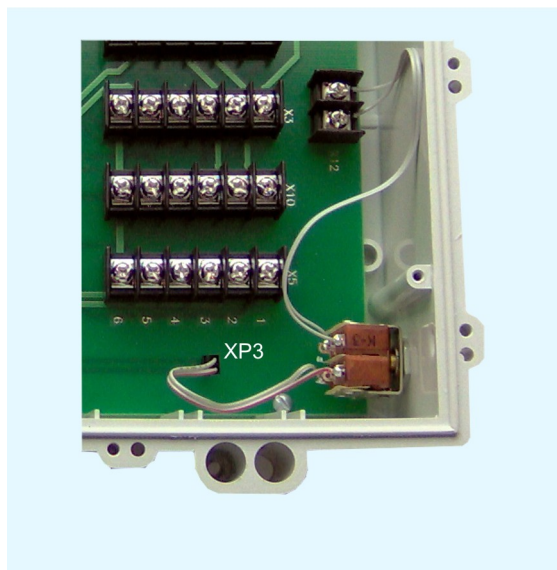

Рисунок 14 - Подключение тумблера «Ревизия»
3) Подключить шлейф с разъемом тумблера «Ревизия» к разъему ХР3 коммутационной платы (рисунок 14).